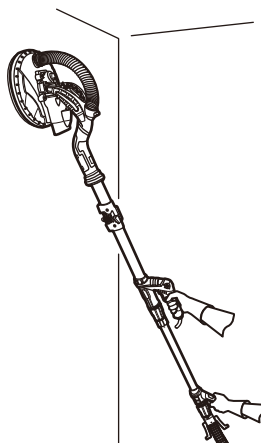

Fig. 14
- > Tenez l'appareil en mettant une main sur la poignée principale (5) et l'autre sur la poignée arrière (11a) lorsque le tube d'extension (11) est en place (Fig. 14).